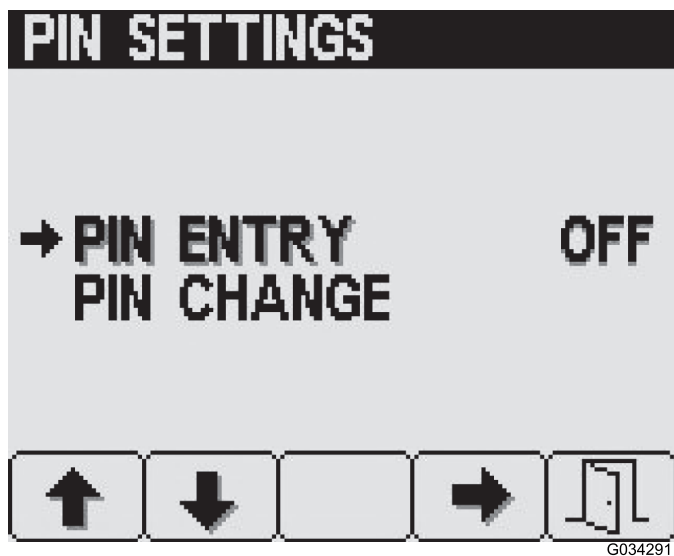

Рисунок 16
3. На странице PIN Settings (Настройки PIN-кода) нажмите кнопку 4, чтобы выбрать пункт PIN Entry (Ввод PIN-кода), а также включить или выключить PIN-код (Рисунок 16).